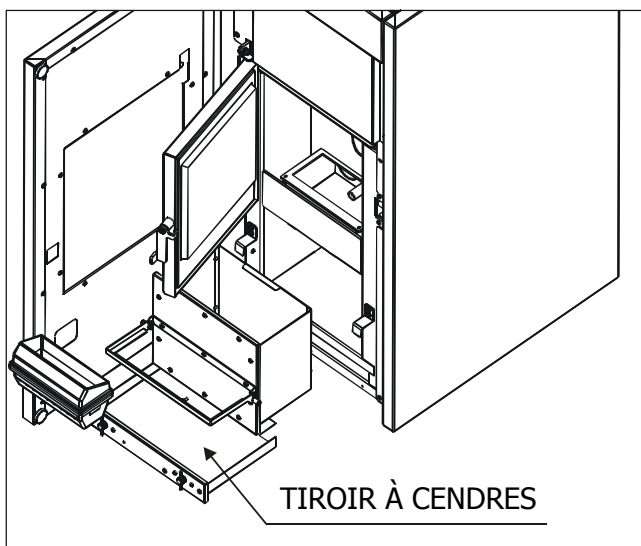

Figure 9 – Nettoyage du tiroir à cendres inférieur
- **Nettoyer le logement du convoyeur des fumées (fig.9)** - La chaudière est dotée d'un tiroir à cendres amovible pour la collecte des éventuelles accumulations de suie et de cendre. Une fois terminé le nettoyage, refermer le couvercle.